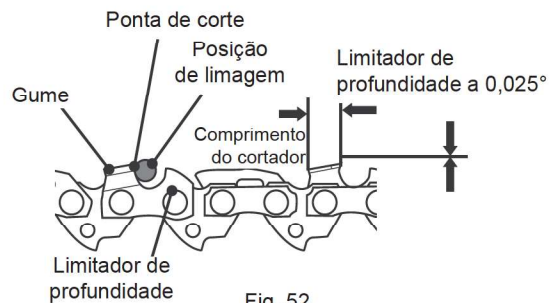

Fig. 52
- > Use um calibrador de limitador de profundidade para verificar a profundidade. As ferramentas de medição de profundidade encontram-se disponíveis nos principais fornecedores de ferramentas (Fig. 52).